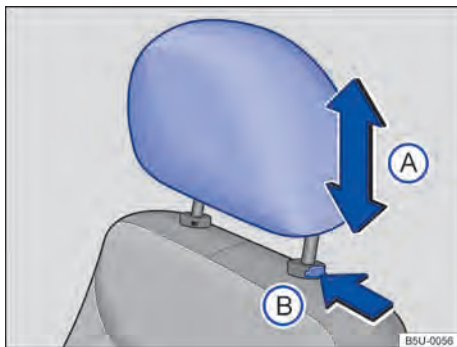

Fig. 59 Apoio para cabeça dianteiros: ajustar.
- Empurrar o apoio para cabeça para cima ou para baixo na direção da seta → Fig. 59 (A) → ⚠ em *Introdução ao tema* na página 69.